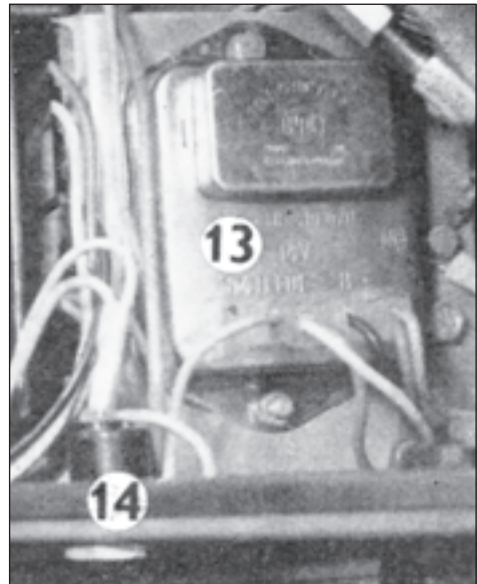

Fig. 15
- 13. Control relay (Fig. 15)
- 14. Hand-light socket (Fig. 15)